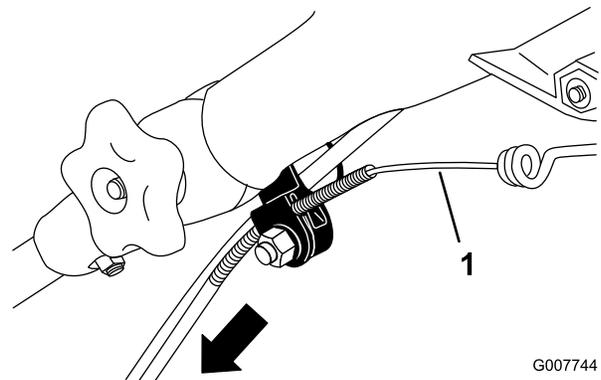

Figure 37
3. Tirez la gaine du câble vers le bas jusqu'à ce qu'il n'y ait plus de mou dans le câble exposé (Figure 37).